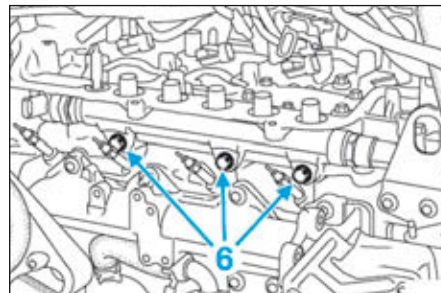

FIG.147
- Déposer les trois vis (6) (Fig.147) de la rampe commune.